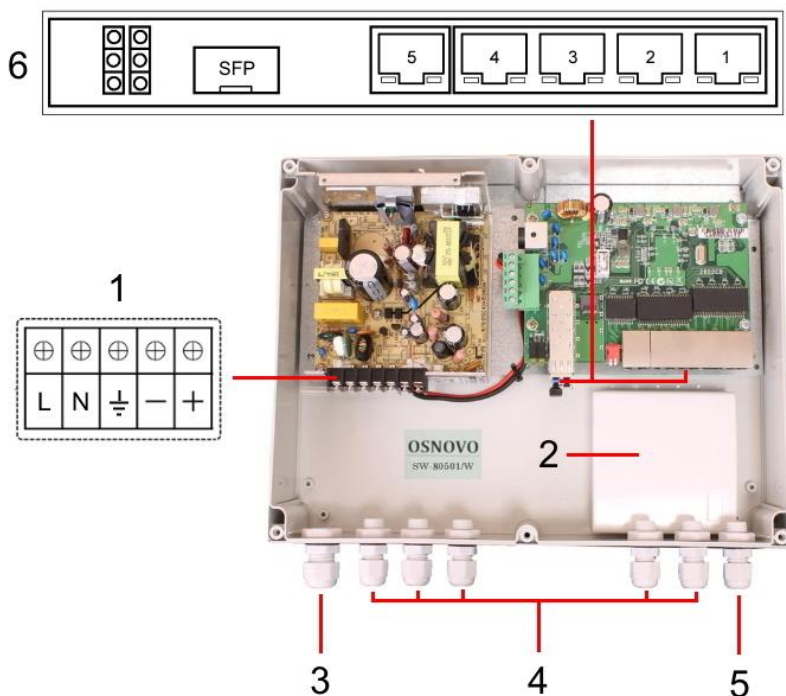

Рис. 4 Подключение коммутатора SW-80501/W
2. Проденьте кабели витой пары через соответствующие отверстия гермовводов (4) снаружи внутрь бокса (рис.4).